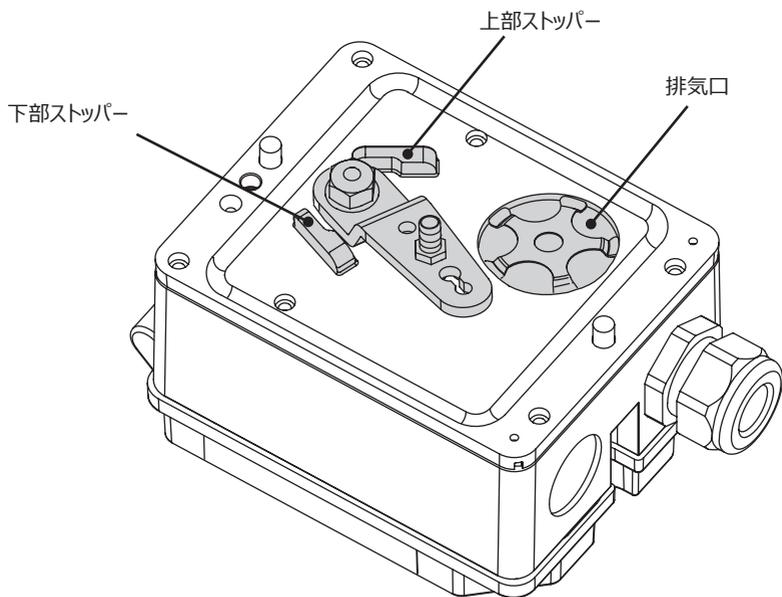

図. 5: メカニカルストッパーと排気口
→ ポジシヨナは、排気口（図. 5）を上に向けた状態で取り付けないでください。
1. レバーを下部メカニカルストップまで動かし（図. 5 を参照）、固定します。元に戻し、レンチ（スパナ二面幅 SW 10）を使ってナットを取り外します。